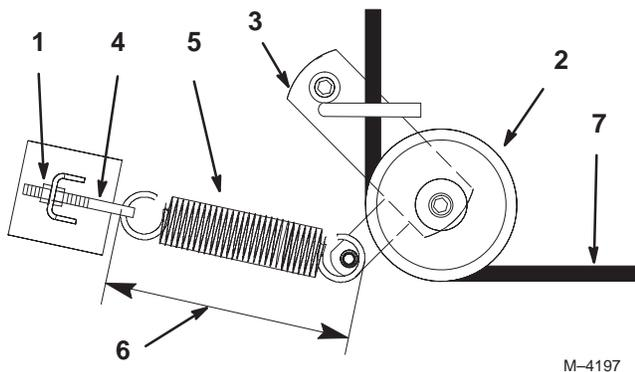

Figure 66
3. Desserrez l'écrou extérieur sur le boulon à œil du ressort (Fig. 66).
5. Déposez la poulie de tension rappelée par ressort (Fig. 66).
6. Faites passer la courroie neuve dans le bras de renvoi (Fig. 66).
8. Resserrez l'écrou extérieur sur le boulon à œil du ressort (Fig. 66).
Remarque : Vérifiez la longueur du ressort. Une fois installé, il doit mesurer 238 mm ± 3 mm. Procédez à un réglage si la longueur n'est pas correcte (Fig. 66).